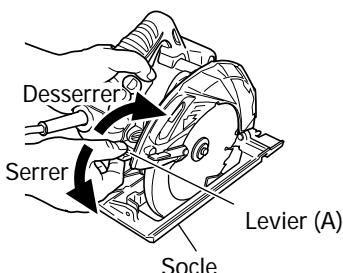
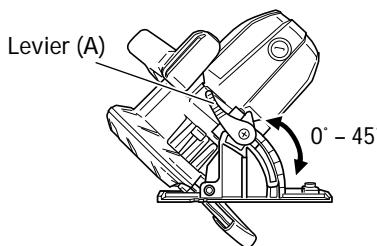

Fig. 3
Fig. 4
7. Vérifier si les leviers (A) sont bien serrés.
Si le levier (A) de réglage de la profondeur de coupe (Fig. 3) et le levier (A) de réglage de l'angle de biseau (Fig. 4) sont desserrés, cela risque d'entraîner des blessures. Bien s'assurer qu'ils sont serrés à fond.
1. Réglage de la profondeur de coupe (Fig. 3)
Comme indiqué sur la Fig. 4, en desserrant le levier (A) de l'échelle d'angle de biseau, il est possible d'incliner la lame de scie à un angle de 45° par rapport au socle.